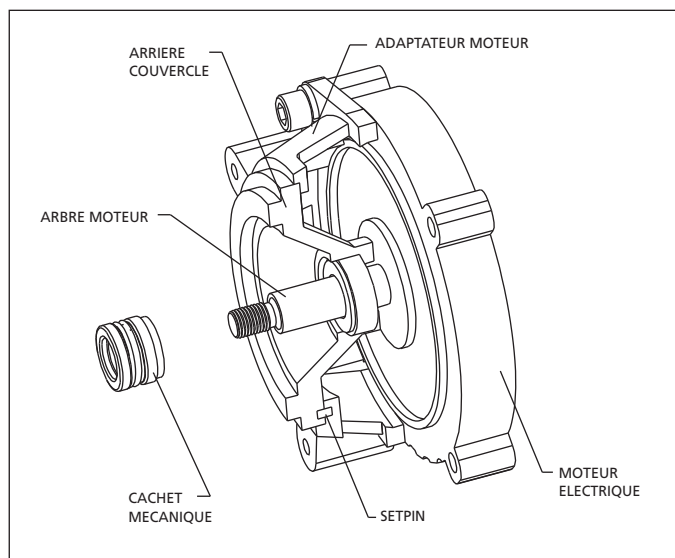

Figure 4 : l'Enlèvement du cache
- La tête de cachet (Ref. Non. 5) peut être maintenant tiré de l'arbre (voit la Figure 4).
Sceller l'Enlèvement d'Assemblée et l'Installation (figures 4 à 7)